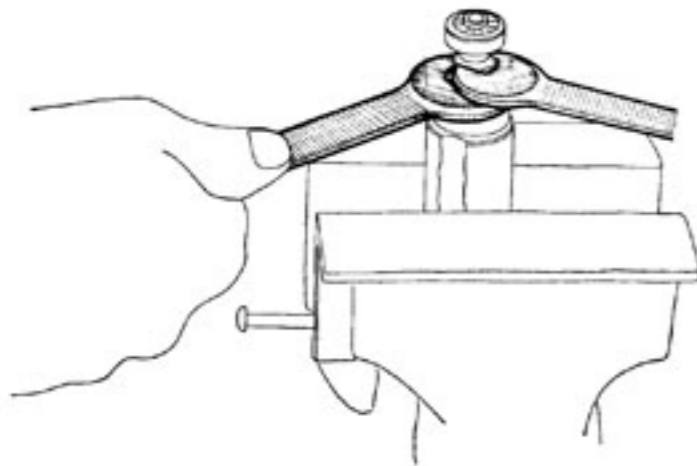

Fig. 2
- Déposer le doigt de réglage (clé plate de 13 mm et clé à six pans creux de 3 mm) (fig. 2).